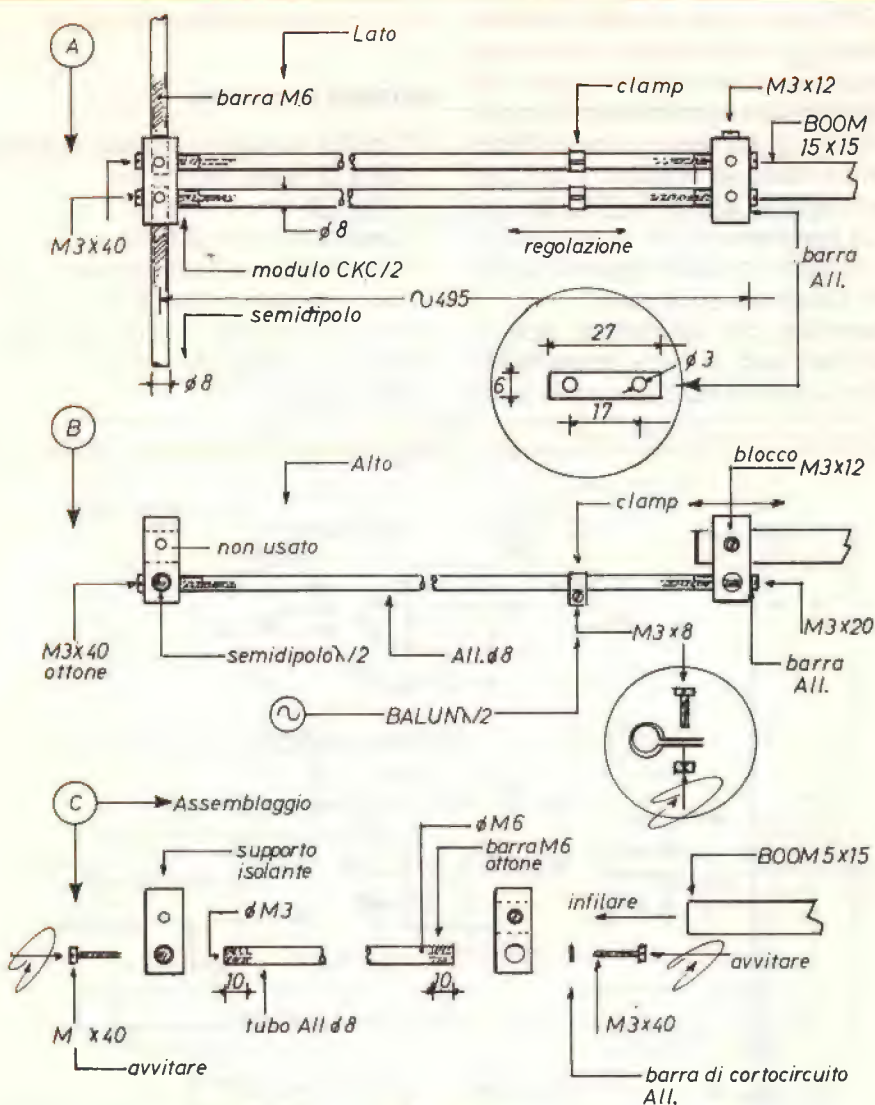
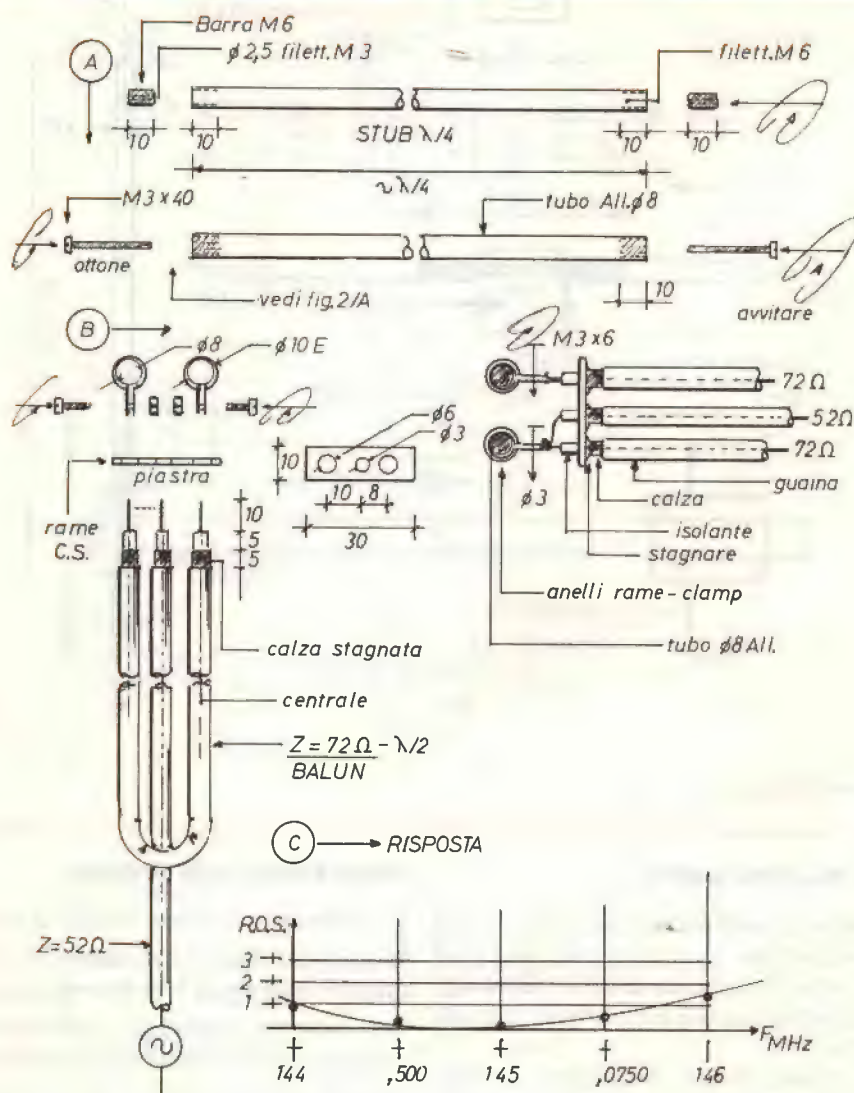

figura 2 - Dettagli stub a quarto d'onda.
figura 5 - Alimentazione e adattamento.
Suggerisco di tenere presente contemporaneamente la figura 2/A/B/C e la figura 5/A per i dettagli costruttivi. Anche per lo stub si usa lo stesso materiale dei dipoli. Le sezioni sono due tagliate a conveniente lunghezza. Ogni sezione porta uno spezzone di barra filettata M6 lunga 10 mm avvitata a ciascuna estremità. Lo spezzone è forato per la lunghezza a  $\varnothing 2,5$  mm e filettato M3. Dopo inserimento nel tubo da  $\varnothing 8$  bisogna bloccarla in sede bullonando leggermente entro i 10 mm dal bordo. Se tuttavia si ha l'accorgimento di praticare pochi filetti internamente al tubo questa operazione non è necessaria.
I particolari costruttivi sono visibili nella figura 2/C. Le due sezioni così preparate devono essere avvitate al punto di alimentazione nella parte centrale dell'antenna, sul modulo isolante. Vedi figura 2/A/B in dettaglio. Si usano le viti M3 x 40 mm circa, di ottone oppure inox. Dalla parte opposta le due sezioni di tubo sono fissate ad un altro modulo isolante con lo stesso sistema.
**N.B.** Poiché lo stub deve essere cortocircuitato, si deve inserire una barretta di alluminio, fra le viti ed il modulo. Stringendo le viti si ha anche il cortocircuito! Nel supporto isolante (CKC/2) si inserisce la corta sezione di tubolare da 15x15 e si ottiene l'ancoraggio al mast. Vedi figura 2/B - destra.
Le clamps sono ricavate da lamierino di alluminio o meglio rame, larghe circa 6 mm e forate a  $\varnothing 3$  mm. Ogni clamp è preparata stringendo in morsa la striscia di rame su una punta da  $\varnothing 7,5$  mm. Il dettaglio è nel cerchietto in figura 2/B. Le clamps sono allargate e fissate sullo stub a quarto d'onda con viti M3x600. Altri particolari sono visibili nella figura 5/B.
Il dispositivo bilanciato è ottenuto inserendo una sezione di cavo a  $72 \Omega$  oppure a  $52 \Omega$  di lunghezza pari a mezz'onda elettrica (lunghezza fisica moltiplicata per il fattore di velocità). In questo modo si ha uno sfasamento di  $180^\circ$  con conseguente bilanciamento elettrico. I dettagli costruttivi sono riportati nella figura 5/B. Il tratto di cavo a mezz'onda (150:145 MHz, moltiplicato per 0,82 se si usa cavo a  $72 \Omega$  oppure moltiplicato per 0,65 se si usa cavo a  $52 \Omega$ ). Con il cavo a  $72 \Omega$  si ha una maggiore flessibilità! Provare per credere) deve essere intestato scoprendo una parte di guaina e saldando una parte di calza per circa 5 mm. La massa comune si ottiene saldando le calze nella parte inferiore di una basetta di vetronite forata come indicato..... dalla parte superiore fuoriesce solo l'isolante di polistirene ed il conduttore centrale, ovviamente.
Preparare lo spezzone di cavo di alimentazione tagliato ad un numero pari di mezz'onde di lunghezza elettrica e collegarlo all'eccitatore a radio frequenza. Posizionare le clamps a circa 15 cm dal mast e fare piccoli spostamenti fino ad ottenere il minimo valore di R.O.S.A titolo informativo le prove sono state fatte con eccitatore TRIO TS 770S. Misuratore di ROS DAIWA CN630 e cavo RG58/AU tagliato a  $20 \lambda$  mezzi x f.v. Il diagramma riportato in figura 5/C dà un'idea del tipo di risposta al variare della frequenza. Nelle prove è stato usato un mast metallico e quindi si ha avuta una certa interferenza nel lobo di irradiazione che teoricamente dovrebbe essere omnidirezionale, suggerisco quindi di usare un mast isolato, di legno od altro materiale.